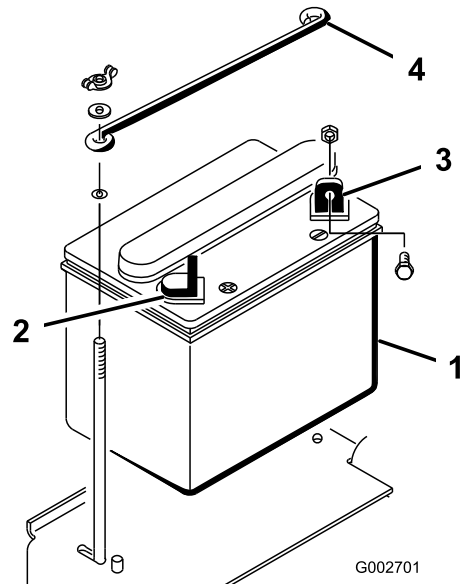

図 4
1. マイナス端子を後ろ側に向けてバッテリーを車体に載せる 図 4。